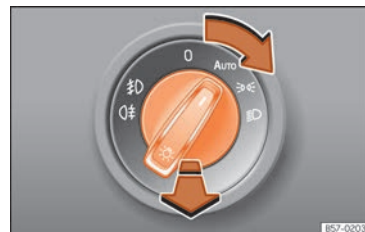

Fig. 41 Tablero de instrumentos: mando de las luces.
- Gire el interruptor hacia la posición deseada » **fig. 41.**